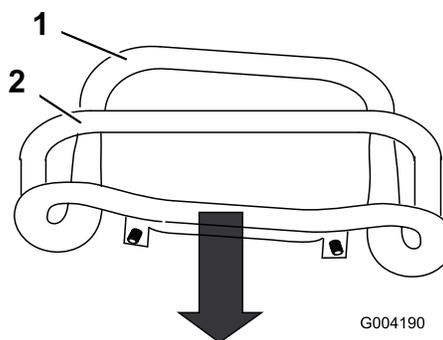

図 52
3. 走行コントロールを手前一杯に引いてコントロールの前部を基準バーに接触させる **図 52**。